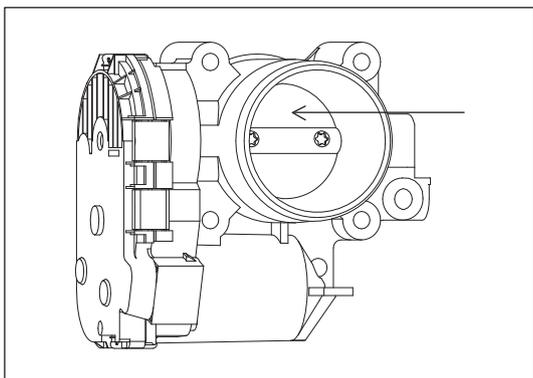

Рис. 8-2-4. Проверка дроссельной заслонки
- (1) Проверить систему подачи воздуха на герметичность:
- (2) Проверить дроссельную заслонку на наличие повреждений. Вручную повернуть дроссельную заслонку в направлении, указанном на рис. 8-2-4, и убедиться в ее свободном ходе.
- (3) Проверить контактную поверхность впускного коллектора на наличие повреждений и царапин.
- (4) Проверить прокладки впускного коллектора и дроссельной заслонки на наличие повреждений, признаков эрозии и т. п. При необходимости немедленно заменить.